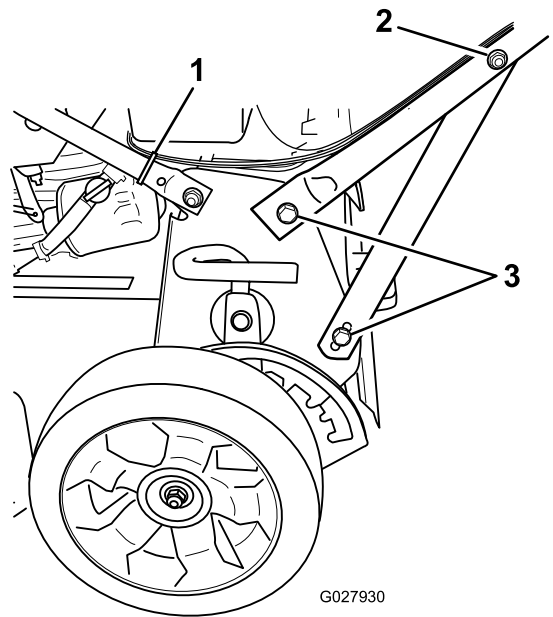

Figura 4
2. Tuerca del soporte del manillar (2)
3. Perno (4)
5. Utilice una brida para sujetar los cables al manillar inferior, en la posición indicada en Figura 4
4. Apriete las fijaciones del manillar en ambos lados de la máquina, según se muestra en Figura 4.